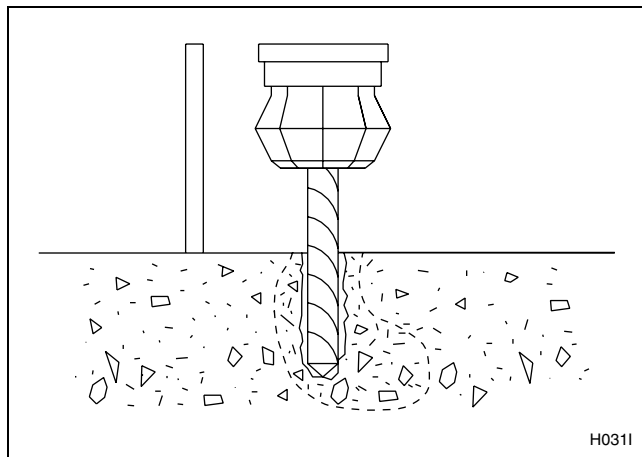

Figura 12
4. Perfore y cincele un agujero cónico suficientemente grande para que acepte el perno en J. Consulte la *Figura 12*.